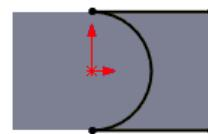

图 11.3.5 横断面草图
② 定义横断面草图。在草图环境中绘制图 11.3.5 所示的横断面草图。
③ 选择下拉菜单 **插入(I)** → **退出草图** 命令, 完成横断面草图的创建。